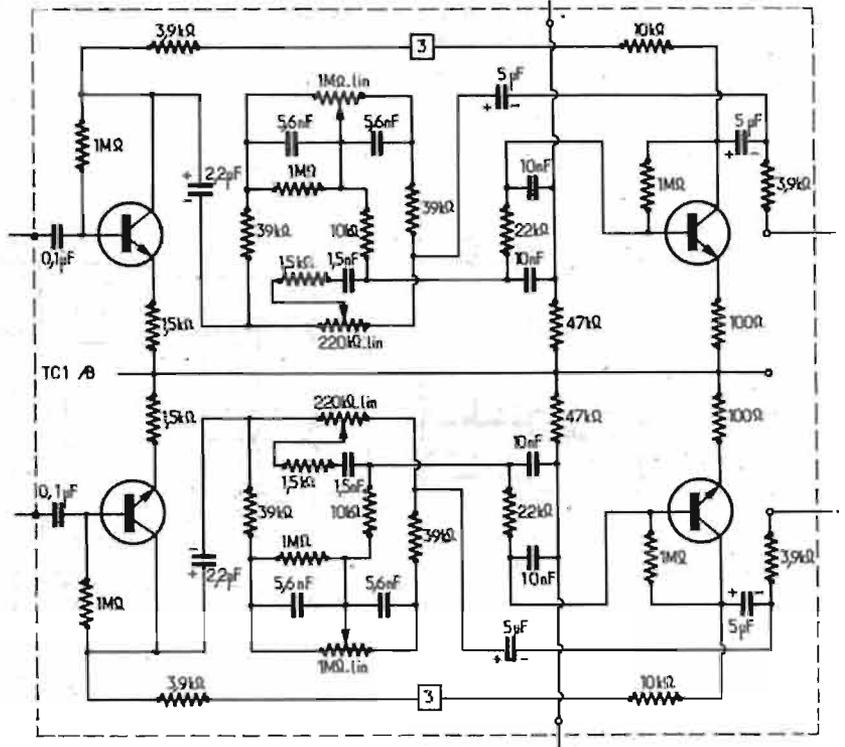

Fig. 6
**Correcteurs de tonalité (Fig. 6) :** Les potentiomètres sont disposés entre deux transistors amplificateurs de type BC147. Les réseaux sont étudiés pour déterminer les points d'inflexion sans toucher à la plage 500 - 1 000 Hz.